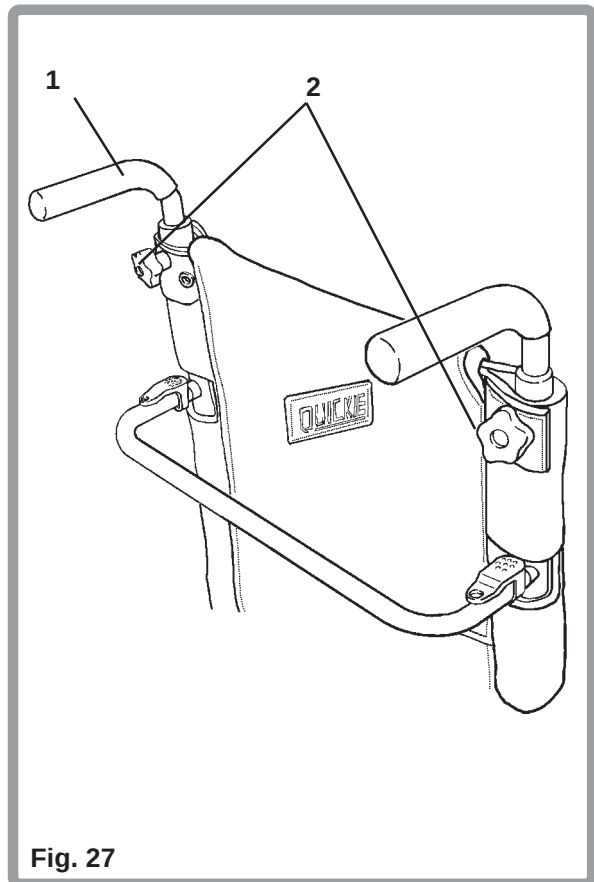

Fig. 27
Een standaard kenmerk van deze rolstoelen zijn de in hoogte verstelbare duwhandvatten (1). Voor het afstellen van de duwhandvatten draait u de afstelknoppen (2) los. Plaats de duwhandvatten in de gewenste positie en draai de knoppen weer vast (Fig. 27).